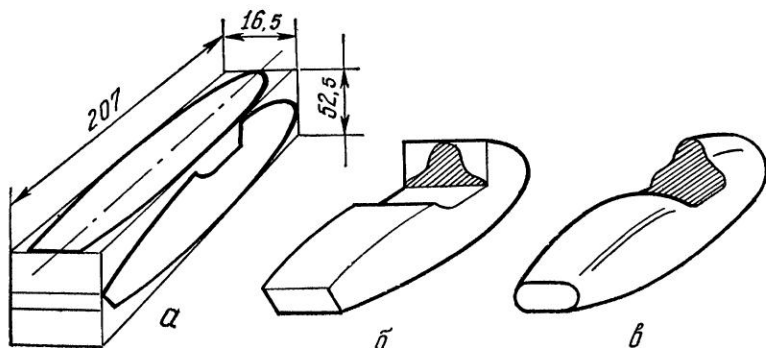

Рис. 41. Деревянная модель гоночного автомобиля (кузов):
**Гоночный автомобиль.** Теперь, когда моделист приобрел достаточный опыт работы с фанерой, можно построить модель гоночного автомобиля из дерева. Для этого потребуется брусок липы, осины или ольхи указанных на рис. 41 размеров, несколько мелких шурупов, шлифовальная шкурка и небольшой кусочек стальной проволоки, целлулоида или оргстекла.
Колеса можем подобрать из числа готовых или сделать из фанеры или дерева. На подготовленный по размерам брусок нужно нанести боковой контур кузова (рис. 41, а), затем придать кузову требуемую форму в плане (вид сверху), после чего выпилить лишнюю часть
дерева (в месте кабины водителя), приблизив очертания кузова к рис. 41, *б*, и острым ножом придать кузову окончательные формы (рис. 41, *в*). Осколком стекла, плоским напильником и наждачной (стеклянной) бумагой шлифуют поверхности кузова, контролируя точность обработки.